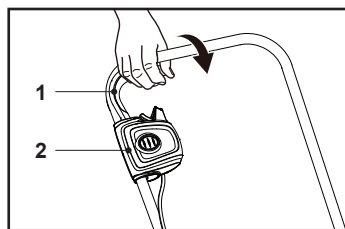

Fig. 14
2. Pentru a opri, eliberează maneta de pornire / oprire (1) (fig. 14).